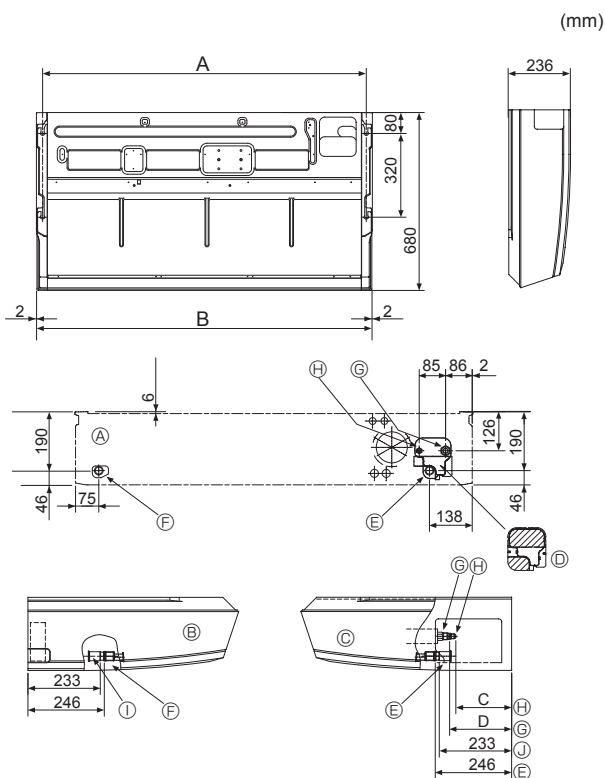

Fig. 3-2
①	Unterlegscheiben	4 Stck
②	Rohrabdeckung	1 Stck, große Ausführung (für Gasrohrleitung)
③	Rohrabdeckung	1 Stck, kleine Ausführung (für Flüssigkeitsrohrleitung)
④	Bänder	4 Stck
⑤	Verbindungsrohrmuffe	1 Stck gekennzeichnet mit 'UNIT'
⑥	Rohrmuffenabdeckung	1 Stck
⑦	Ablaufrohrabdeckung	1 Stck
⑧	Konusmutter	1 Stck $\varnothing 6,35$ (Nur M60)
3.2. Vorbereitung zur Aufstellung (Fig. 3-2)